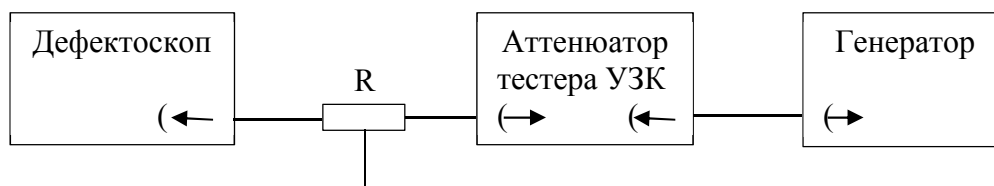

Рисунок 3.2 – Схема подключения дефектоскопа для контроля абсолютной погрешности при измерении амплитуд эхо-сигналов от дефектов
1. Собрать схему согласно рис. 3.2, где $R = 51 \text{ Ом}$ (С2-10-0,25-51 Ом $\pm 0,5\%$).
1. Собрать схему в соответствии с рис. 3.2 (п. 3.3.6).